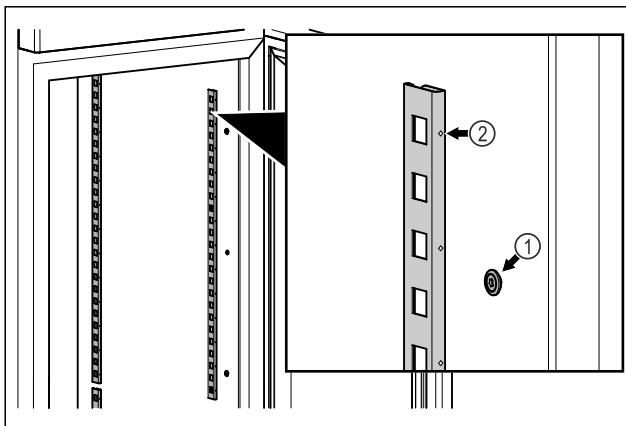

Fig. 83 Beispielhafte Darstellung
▶ Rastenleisten in Aufhängung Fig. 83 (1) einhaken. Markierung Fig. 83 (2) muss nach vorne zeigen.